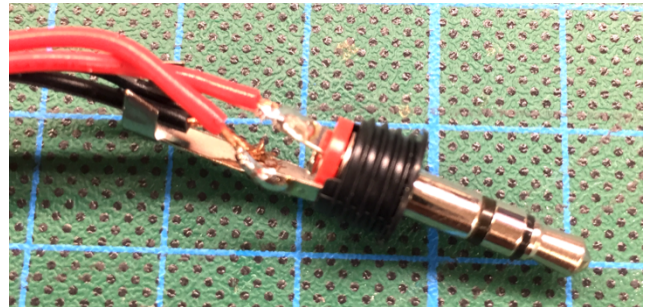

Abbildung 4: Hülle über alle Stecker
- Hülle des Steckers über Kabel ziehen und mit Stecker verschrauben (vgl. Abb. 4 und 5).